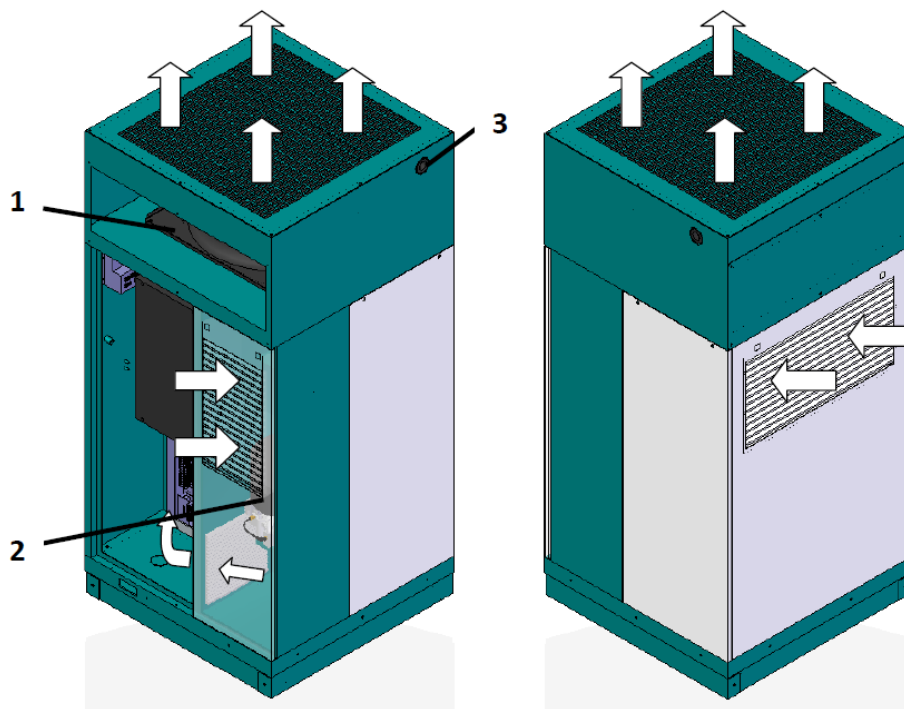

图 14: 油冷永磁06-37 kW螺杆式空压机流向图
- 冷却风扇 (图 14/1)
- 进气过滤器 (图 14/2)
- 压缩空气接口 (图 14/3)